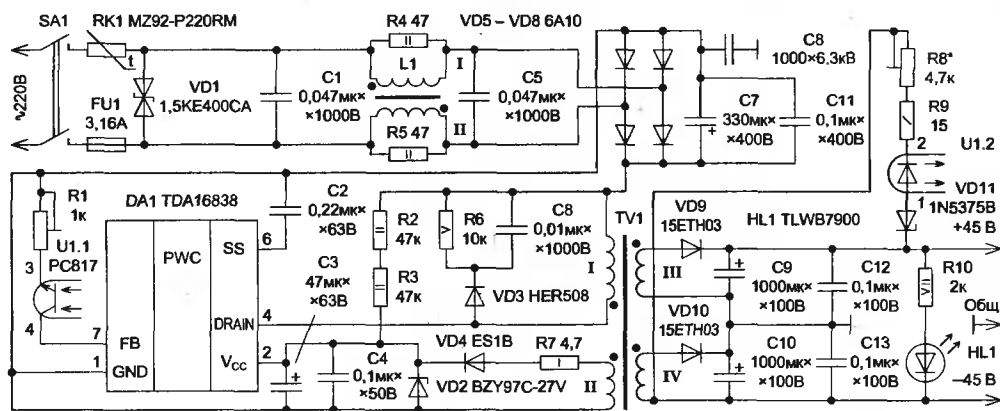

Рис. 1
- задающего генератора (см. рис. 1), собранного на элементах DD1.1, DD1.2, с времязадающей цепью C1, R1, R2;